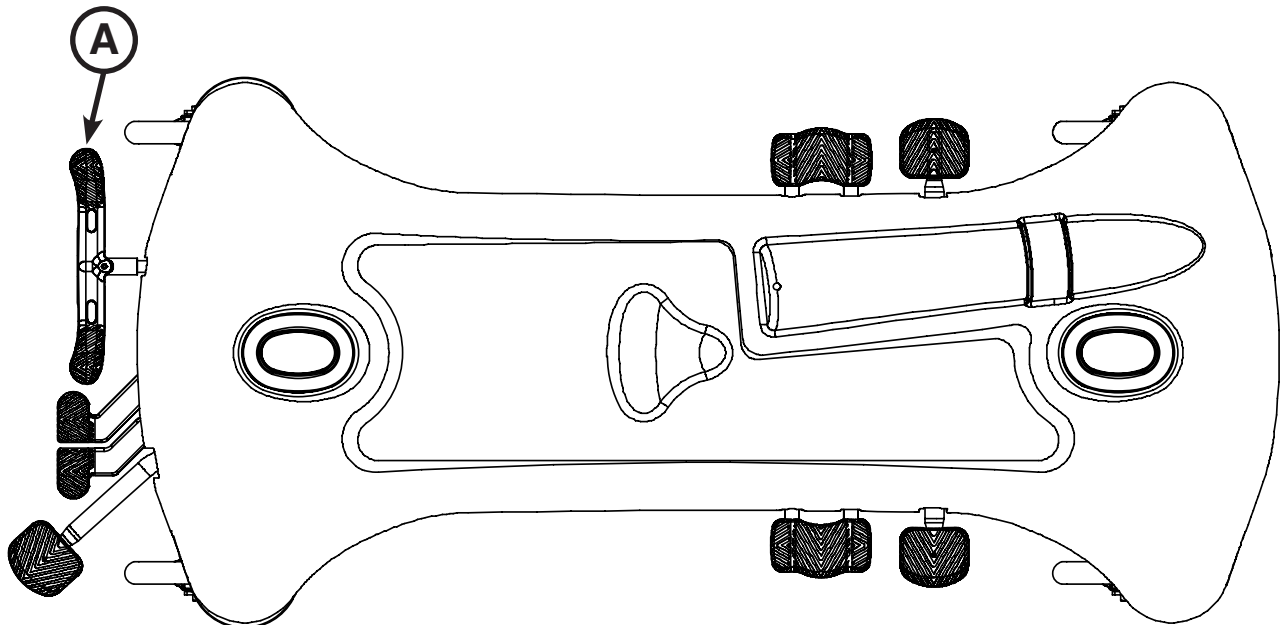

Figure 3 : Système de frein
Pour enclencher les freins du côté tête, appuyer à fond sur le côté gauche de la pédale (A), comme illustré dans la Figure 3.